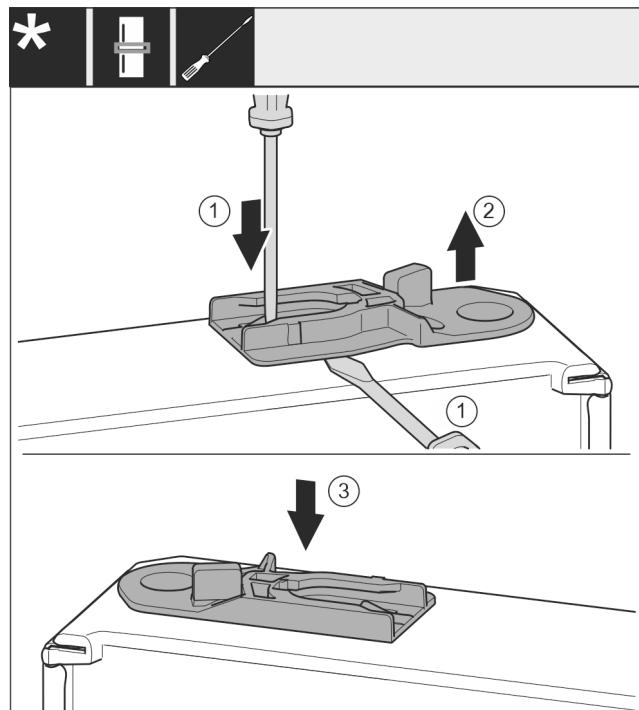

Fig. 40
- Vytáhněte vodicí pouzdro: Stiskněte jazyček Fig. 40 (1) šroubovákem a současně plochým šroubovákem zajedte pod vodicí pouzdro Fig. 40 (2).
- Vodicí pouzdro Fig. 40 (3) přiložené v příslušenství zasuňte na druhé straně pláště.